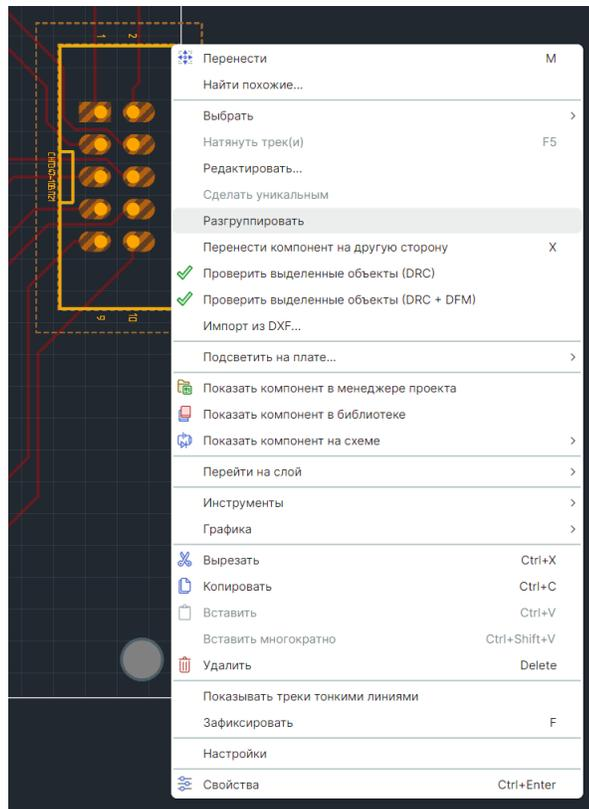

Рис. 212 Разгруппировка графического
2. В контекстном меню выберите пункт «Разгруппировать», см. Рис. 212;